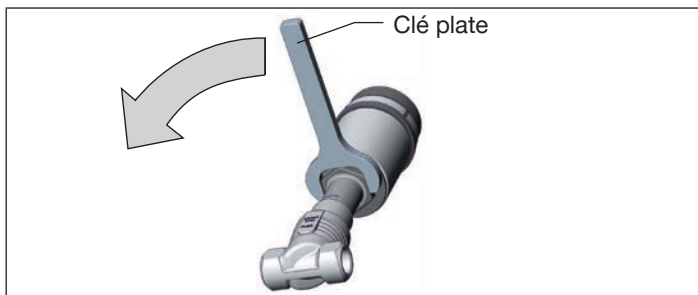

Figure 8 : Tourner avec une clé plate
▶ Tourner l'actionneur **uniquement** dans le sens prescrit (voir « Figure 8 ») !